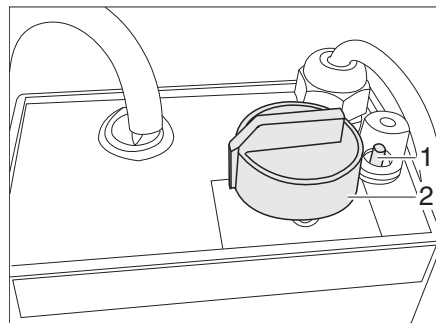

Bild 255 Regler für elektrische Fußbodenerwärmung/Betterwärmung
- Den Drehregler (Bild 255,2) auf die gewünschte Heizstufe drehen.
- Den Drehregler (Bild 255,2) auf Stellung "0" drehen.
Wenn der Regler überlastet wird, spricht der Überlastungsschutz an. Der Stift (Bild 255,1) springt heraus.
- Den Stift (Bild 255,1) am Überlastungsschutz eindrücken, wenn der Regler abgekühlt ist.